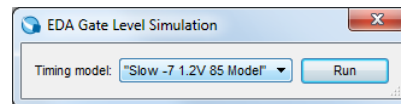

Figura 15 – Especificação do modelo temporal da simulação (*speed grade* da FPGA, tensão de alimentação e temperatura do dispositivo).
10. Execute a ferramenta de simulação “Questa Intel FPGA Starter Edition”, através do menu “Tools → Run Simulation Tool → Gate Level Simulation...”. Selecione o modelo temporal da simulação “Slow -7 1.2V 85 Model” e clique em “Run” (Figura 15).